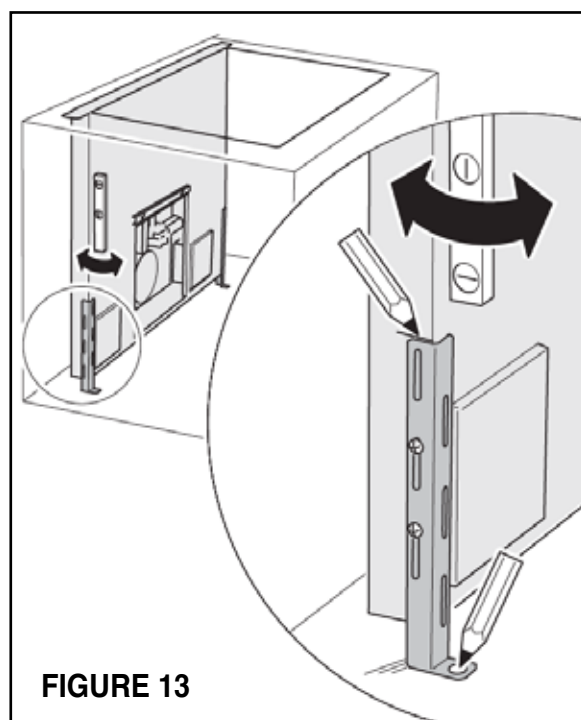

FIGURE 13
7) (Voir Niveau FIGURE 13) et aligner la hotte dans le meuble. Poussez le support de fixation au bas de chaque côté vers le bas contre le plancher du placard. Marquer le bord supérieur du support de montage sur le boîtier et les trous de montage sur la plancher de l'armoire.